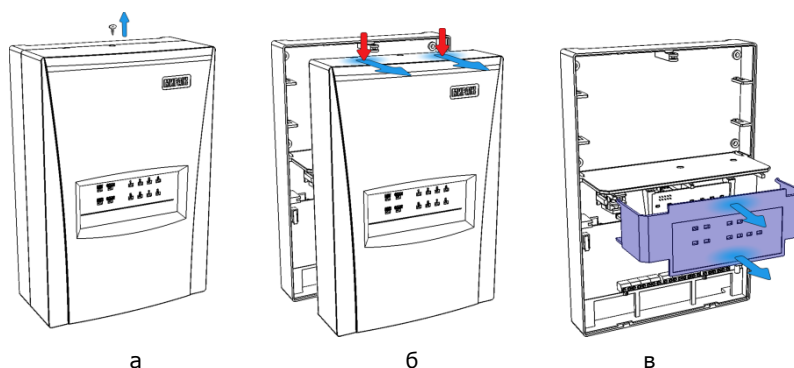

Рис. 5.8. Демонтаж корпуса контроллера
- Снимите крышку контроллера. Для этого сначала выкрутите винт (рис. 5.8 а), затем нажмите на защелки и отсоедините от основания крышку контроллера (рис. 5.8 б), а затем отсоедините крышку панели индикации (рис. 5.8 в).